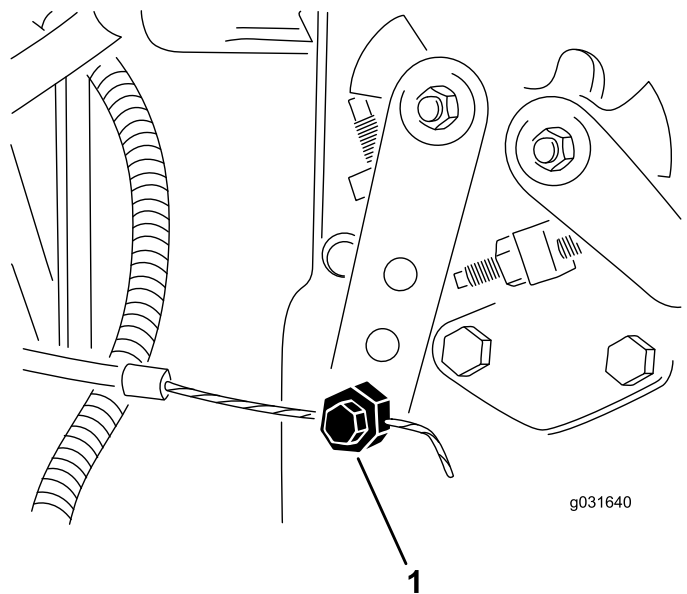

Рисунок 62
2. Ослабьте соединитель тросика дроссельной заслонки на плече рычага топливного насоса (Рисунок 62).